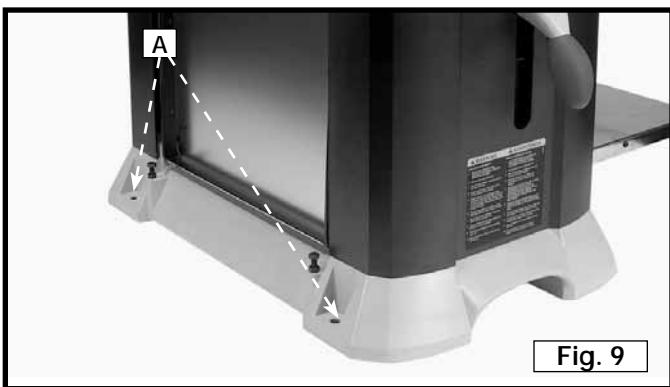

Fig. 9
PRECAUCIÓN: Si durante el funcionamiento hay cualquier tendencia a que la cepilladora vuelque, se deslice o se desplace sobre la superficie de soporte, la cepilladora debe sujetarse firmemente a la superficie de soporte utilizando los cuatro agujeros de la base de la máquina, dos de los cuales se muestran en (A), Fig. 9. Utilice la cepilladora solamente sobre una superficie nivelada y plana.
Si se monta en la base de soporte accesorio modelo 50-326 ó 50-322, coloque la cepilladora sobre la base de soporte y alinee los cuatro agujeros de la base de la máquina, dos de los cuales se muestran en (A), Fig. 9, con los cuatro agujeros de la parte superior de la base de soporte. Coloque el perno de brida de cabeza de carroaje a través de los agujeros de la cepilladora y de la base de soporte, enrosque la tuerca con brida en el perno de brida de cabeza de carroaje y apriétela firmemente.